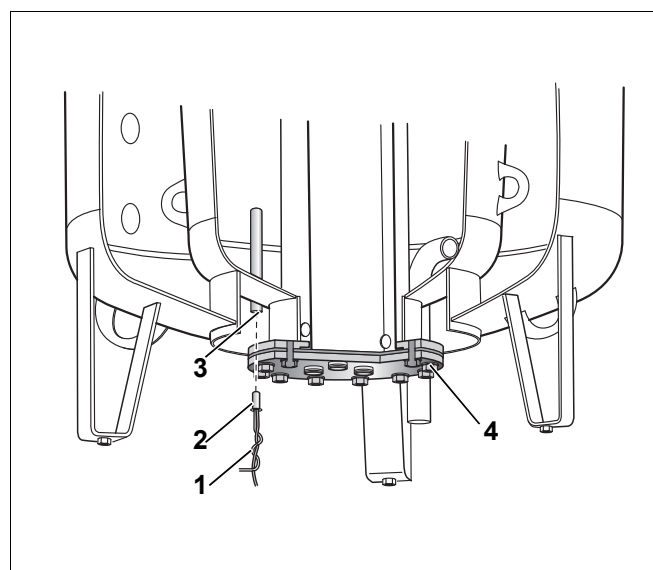

Рис. 9 Точка измерения MB₂ (погружная гильза, солнечный коллектор)
- Вставьте датчик (рис. 9, [2]) с направляющей проволокой ((рис. 9, [1]) до упора. Направляющая проволока находится в точке измерения MB₂, см. рис. 9, [3].